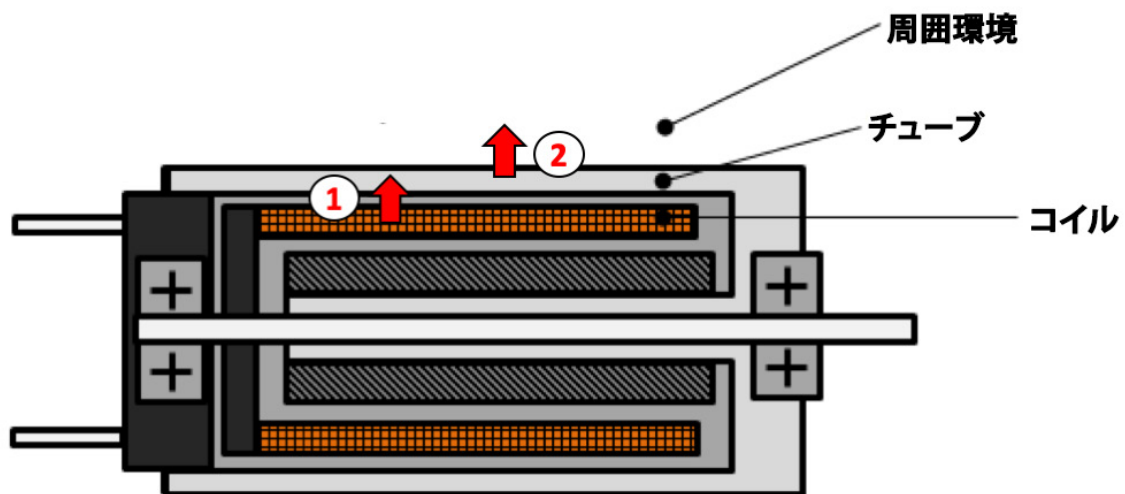

図 2: コアレスブラシDCモータの熱放散
コイルの温度が上昇すると、熱はコイルからチューブ (1) に移動し、次いで周囲環境 (2) に移動します (図2を参照)。この2つの段階で、熱抵抗 (それぞれ  $R_{th1}$ 、 $R_{th2}$  と表記) は異なります。材料の熱伝導率の相違に加え、部品の形状や重量、表面積も熱移動の挙動に影響を与えるためです。